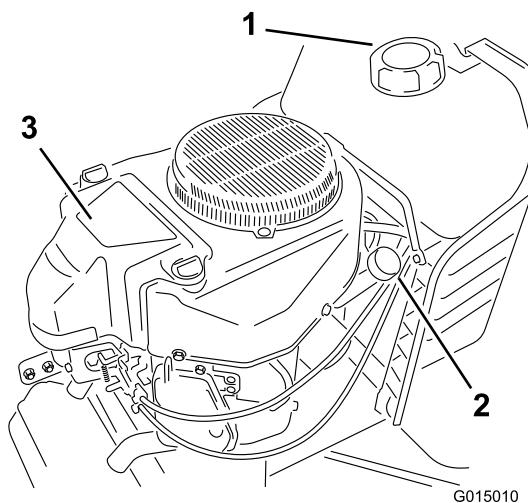

Figure 17
5. Nettoyez la surface autour de la jauge d'huile (Figure 17) pour éviter que des impuretés ne s'introduisent dans le goulot de remplissage, ce qui risquerait d'endommager le moteur.
10. Versez lentement environ 80 % de la quantité d'huile spécifiée dans le trou de remplissage (Figure 17). Vérifiez le niveau d'huile ; voir Contrôle du niveau d'huile.
6. Versez lentement environ 80 % de la quantité d'huile spécifiée dans l'orifice de remplissage (Figure 17). Contrôlez le niveau d'huile voir les opérations 6 et 7 de la rubrique Contrôle du niveau d'huile.